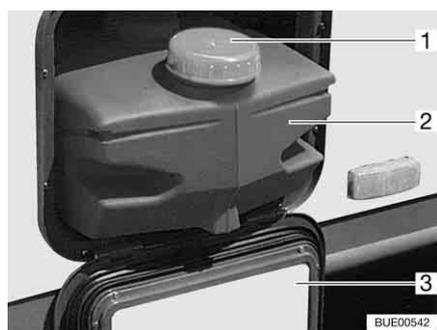

Fig. 188 Serbatoio dell'acqua 22 l
In caso di trasporto chiudere il serbatoio dell'acqua con un coperchio (Fig. 188,1).
- Aprire lo sportello di servizio (Fig. 188,3) (vedi capitolo 6).
- Estrarre il serbatoio dell'acqua (Fig. 188,2).
- Estrarre il serbatoio dell'acqua (Fig. 188,2) e svuotarlo.